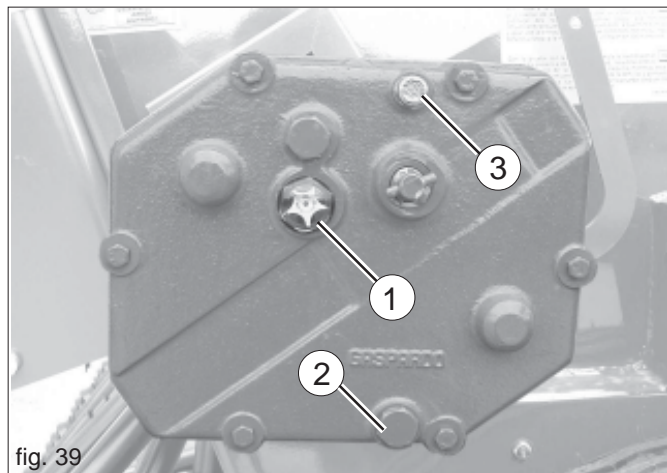

fig. 39
- Contrôler le niveau d'huile dans la boîte de vitesse, et remplir le cas échéant jusqu'au niveau prévu (1 Fig. 39). Pour cette opération, nous conseillons d'utiliser le même type d'huile (ACER 22).
- bouchon vidange huile, 2 Fig. 39;
- bouchon remplissage huile, 3 Fig. 39.